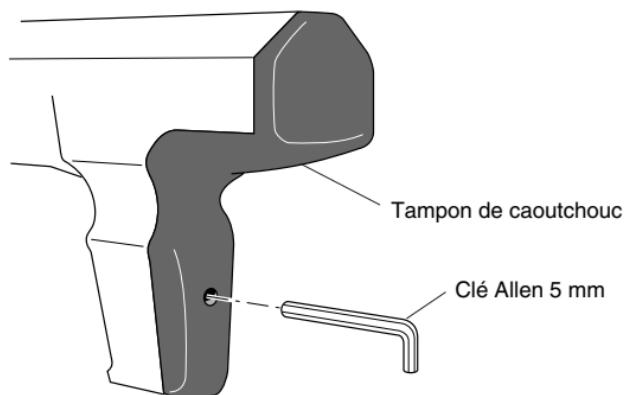

**Figure 4 - Retrait du piston du manchon du piston**
6. Retirer le piston du manchon du piston (Figure 4).